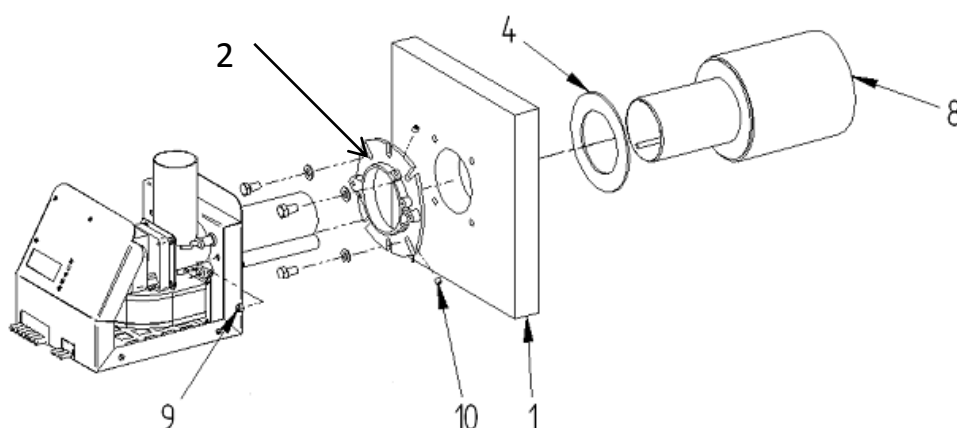

Рисунок 9
**3. Прикрепите фланец (2) горелки к дверце котла (1). Рисунок 9. Убедитесь, что отверстие фланца и отверстие дверцы котла совпадают.**